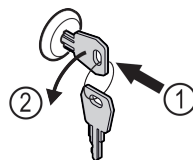

Fig. 170
- ▶ Пъхнете ключа. Fig. 170 (1)
- ▶ Завъртете го на 90° обратно на часовниковата стрелка. Fig. 170 (2)